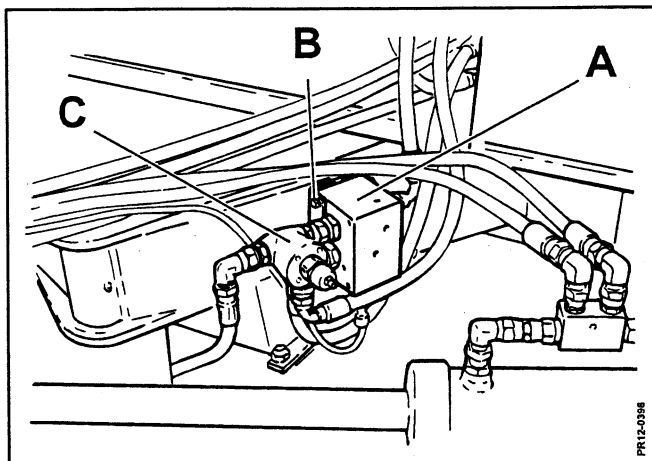
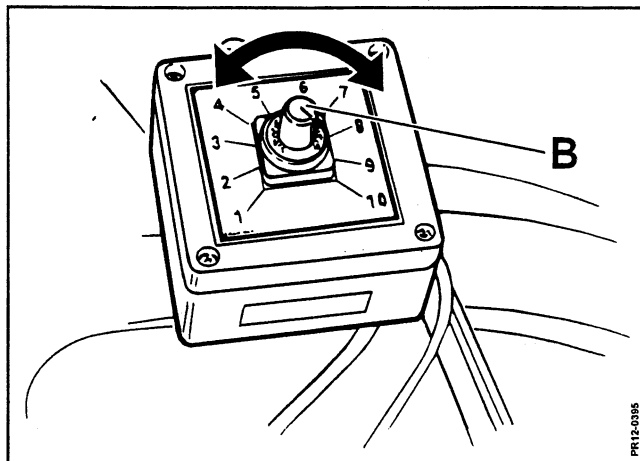

Fig. 5-32
Fig. 5-33
Fig. 5-32 Uppstår det problem med regleringen av bandhastigheten från 0 till max. rpm via och styrenheten **B** (Fig. 5-33), kan orsaken vara att föroreningar stör funktionen i **Fig. 5-33** proportionalventilen **A** som är placerad vid maskinens dragbomm.
Demontera eventuellt hela ventilhuset från maskinen (4 skruvar **B** Fig. 5-32) för rengöring i verkstad (se upp för utströmmande varm olja). Överströmningsventilen **C** (Fig. 5-32) är justerad från fabrik. Se även hydraulschema sist i denna instruktionsbok.
- 1) Demontera kabelkontakten från spolen genom att lossa skruven **A**. Anslut en voltmeter till stift 1 och 2. Kontrollera att spänningen varierar (0 - 10 V DC) då reglervredet **B** (Fig. 5-33) i förarhytten manövreras.